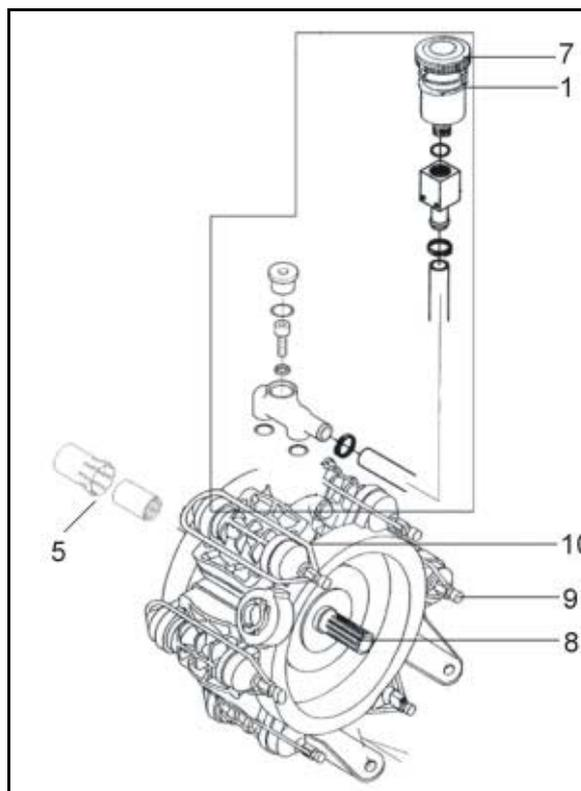

Fig. 77
1. Kontrollieren, ob der Ölstand an der Markierung (Fig. 77/1) bei nicht laufender und waagrecht stehender Pumpe sichtbar ist.
2. Den Deckel (Fig. 77/2) abnehmen und Öl nachfüllen, wenn der Ölstand an der Markierung (Fig. 77/1) nicht sichtbar ist.
3. Der Ölvorrat im Pumpengehäuse (Fig. 77/4) dient gleichzeitig zum notwendigen Druckausgleich bzw. zur Pulsationsdämpfung der beim Fördervorgang der Pumpe - durch die Hubbewegungen der Kolben - entstehenden Druckspitzen.